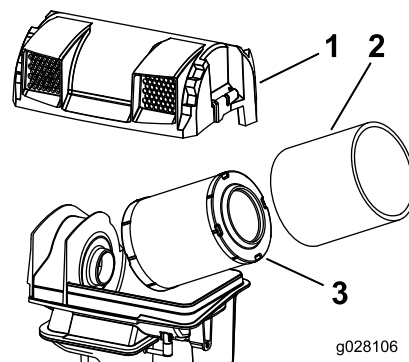

Figure 58
3. Sortez les éléments en mousse et en papier (Figure 58).
4. Sortez l'élément en mousse de l'élément en papier (Figure 58).
- Posez les éléments filtrants sur la base du filtre à air (Figure 58).